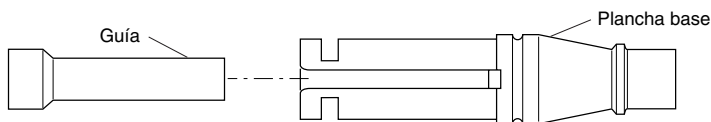

Figura 11 - Inserción de la guía en la plancha base
1. Inserte la guía en la parte posterior de la plancha base (vea la Figura 11).